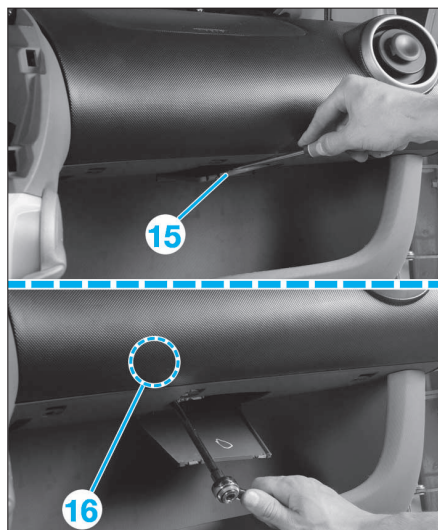

FIG. 48
- A droite de la planche de bord, décliper le cache (15) (Fig.48), puis déposer la vis de fixation (16) de l'airbag passager. Celui-ci est fixé sur la traverse en acier de planche de bord